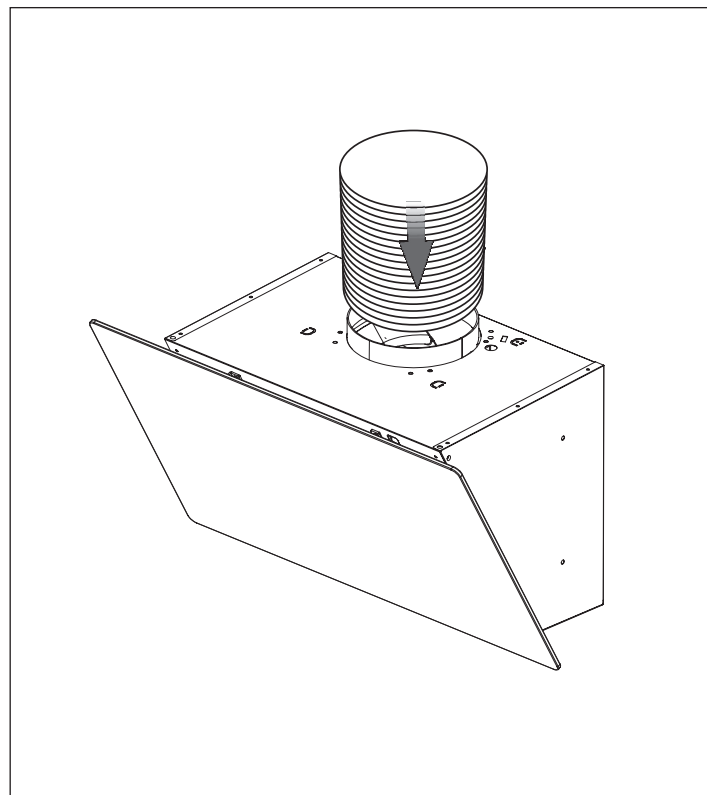

Рис. 9
8. Соедините воздуховод с выходом вытяжки или адаптером вытяжки (Рис. 9). Выведите другой конец воздуховода в вентиляционную шахту. Убедитесь в отсутствии щелей в соединениях.